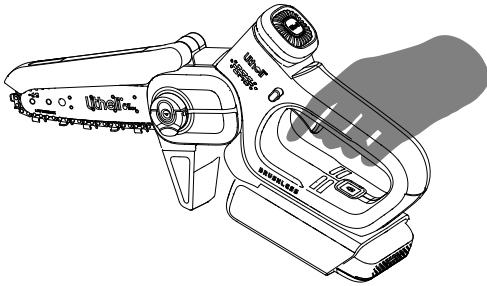

Abb. 13
1. Fassen Sie den hinteren Griff fest mit der Hand an. (Siehe Abb. 13)